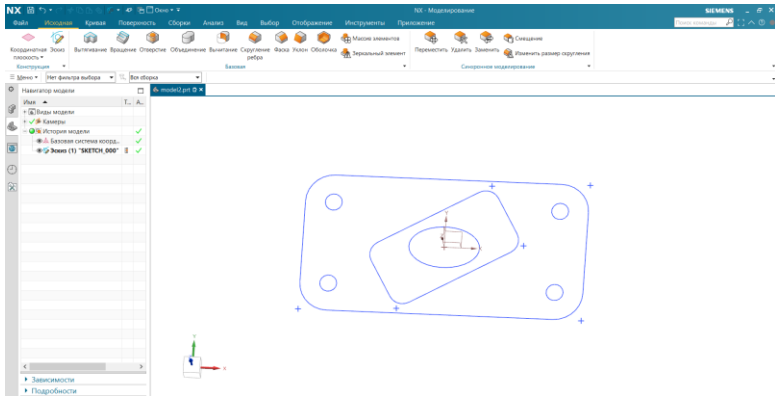

Рисунок 4.2 – Контури для роботи
1. Створіть контур згідно завдання. У нас є два контури, що лежать на рівні  $Z=0$  (рис. 4.2) та отвори.